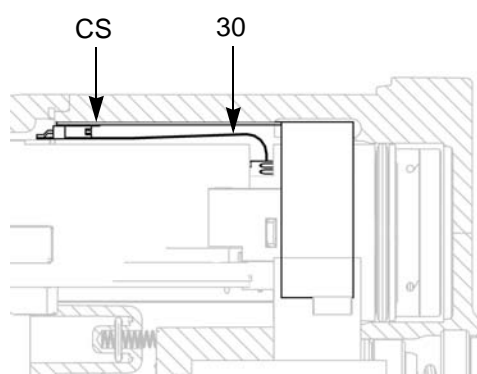

Fig. 26. Podłączyć obwód elastyczny
- Wprowadzić zespół zasilacza/turbiny do korpusu pistoletu (10). Upewnić się, że taśmy uziemienia (EE) wchodzą w kontakt z korpusem pistoletu.
Dotyczy tylko modeli Smart: ustawić złącze 6-stykowego obwodu elastycznego (30) równo z gniazdem (CS) na górze korpusu pistoletu. Patrz FIGURE 26.